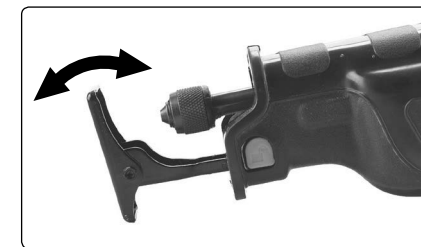

Abb. 7
- ➔ Der Stützfuß passt sich dank dem beweglichen Bolzen selbst der Oberflächenneigung beim Eintauchen des Sägeblatts in das Material und Abstützen des Stützfußes an der Oberfläche an, siehe Abb. 7.